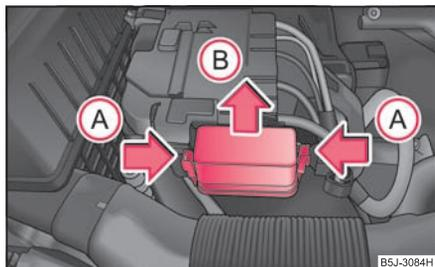

Fig. 202 Bateria: tapa de seguridad
- Presionar al mismo tiempo los enclavamientos de la caja de fusibles en la dirección de la flecha **A** ⇒ fig. 202, retire la cubierta sentido de la flecha **B**.